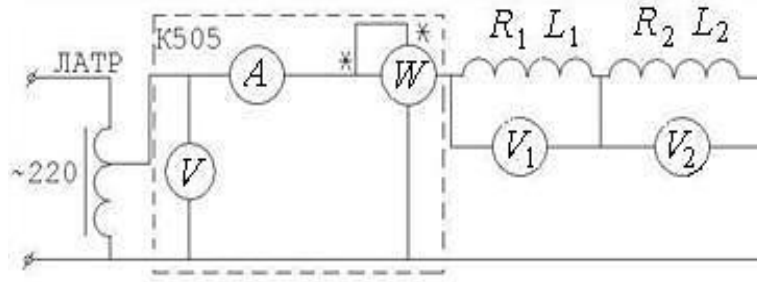

Рисунок 6.2 – Последовательное включение катушек
6.3.3 Собрать схему (рисунок 6.2) для исследования последовательного соединения индуктивно связанных катушек.